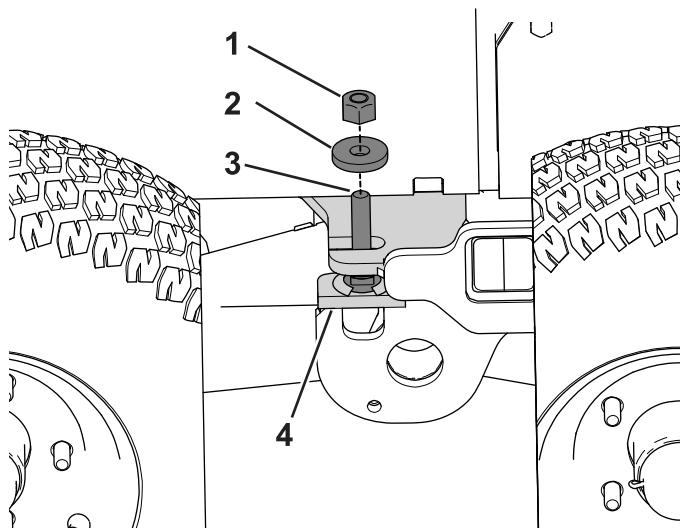

Figure 86
2. Déposez le contre-écrou et la rondelle du goujon fileté sur la butée de bogie et mettez-les de côté (Figure 86).